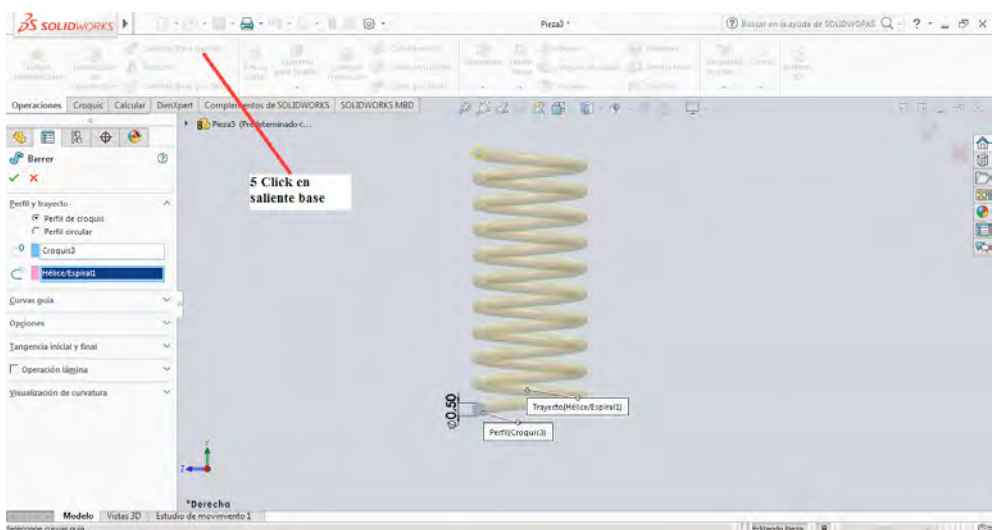

Figura 3-8
5. Salimos de croquis y regresamos a la pestaña de operaciones. Aquí es donde finalmente buscamos la opción de **Saliente/Base barrido** y realizamos click sobre ella. Notamos el menú que nos ofrece como primer instancia nos pide el perfil de trayecto en un recuadro que se llama “perfil” y se pinta de azul, allí seleccionamos el ultimo círculo que dibujamos de 0,5 Pulgadas de diámetro y pasamos a la siguiente casilla que se llama “Ruta”, esta casilla se pinta de rosa y después de eso vemos la trayectoria que seguirá nuestro diseño. En la figura 3-8 se muestra el resultado obtenido del procedimiento.